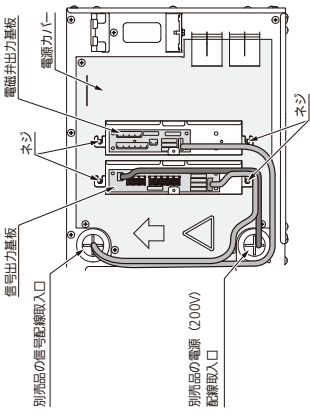

図 19
- 信号出力基板または電磁弁出力基板は室内ユニットの電源カバーに別売品付属のネジで取り付けてください。（図 19）